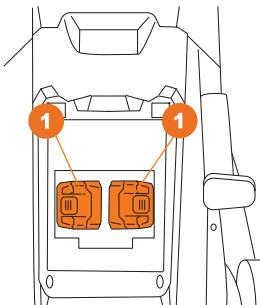

Рис. 8
- Вставьте аккумулятор в разъемы скарификатора ① (Рис. 8). Убедитесь в правильном расположении аккумулятора и соединении контактов.